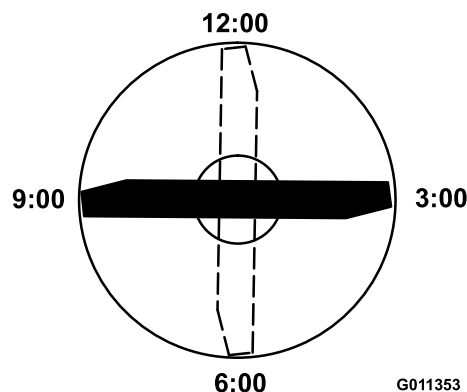

Figure 82
4. Positionnez le tranchant de l'extrémité marquée à la position 12 heures (droit devant dans la direction de la tonte) (Figure 82) et mesurez la hauteur de la surface plane au tranchant de la lame.
5. Tournez l'extrémité marquée de la lame aux positions 3 et 9 heures (Figure 82) et mesurez les hauteurs respectives.